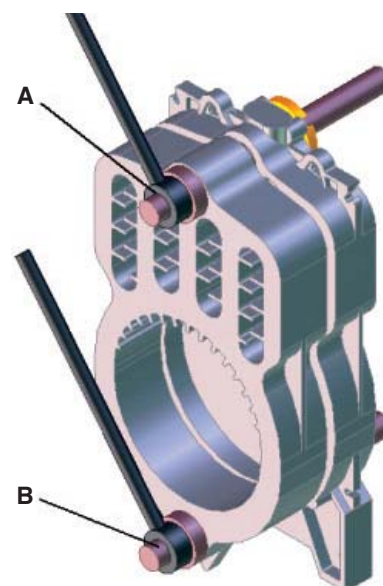

Рис. 8
- 9 Установите нижний затягивающий инструмент (В) и приступите к соединению двух деталей (рис. 8).